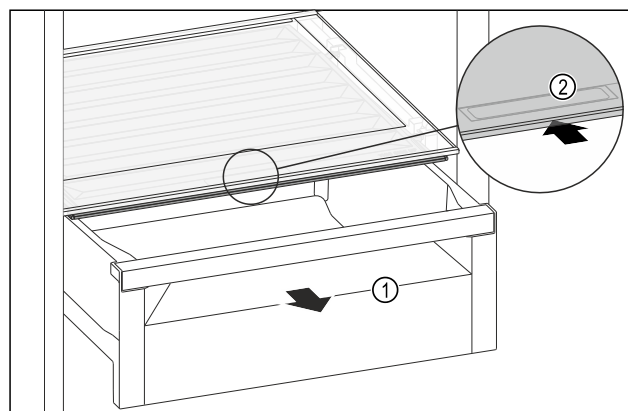

Fig. 109
- Schuifvak Fig. 109 (1) uittrekken.
- Greeplijst Fig. 109 (2) op het vakdeksel vastpakken en het vakdeksel gelijktijdig naar achteren schuiven.